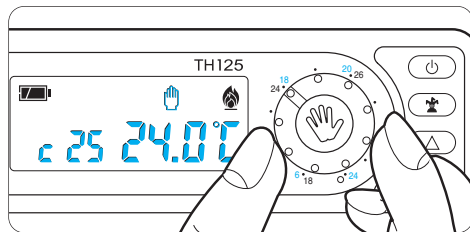

Fig. 26
9.1 - Selezionare il funzionamento MANUALE ed impostare la temperatura desiderata tramite la manopola (fig. 26).